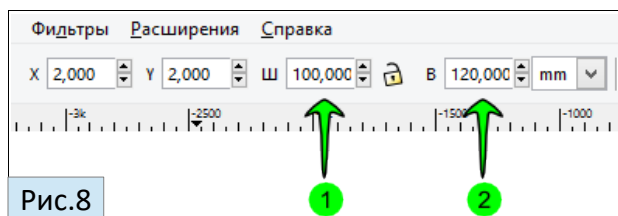

Рис.8
- Выделите контур "Обрезки" и введите значения ширины ① и высоты ② в миллиметрах в поля, как на картинке. Рис.8.